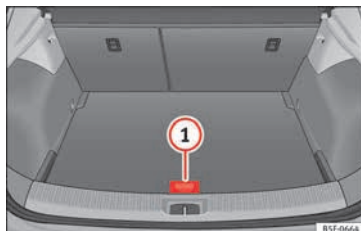

Fig. 178 Maletero: piso variable
- Levante el piso variable por el asidero » » » **fig. 178** ①, tire de él y empuje hacia el respaldo de los asientos posteriores hasta que la parte móvil del piso repose sobre el mismo.